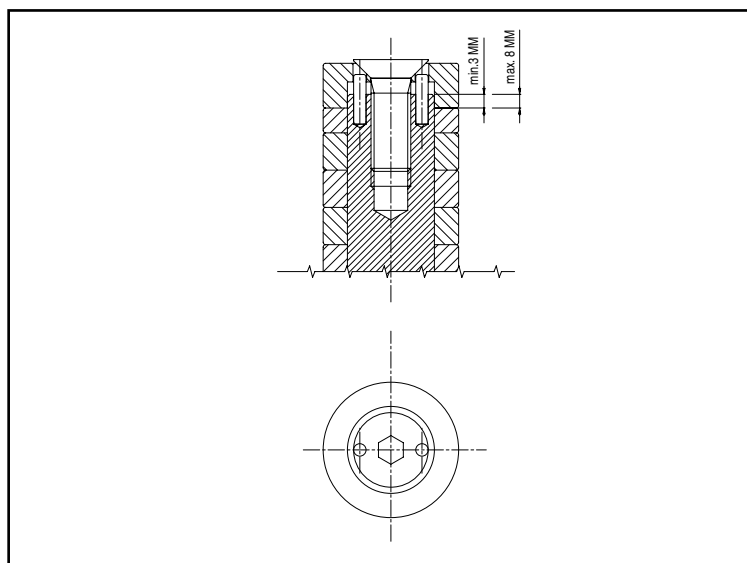

Fig. 5.7.3C
- 5 Ruotare in senso antiorario la chiave esagonale pos. 2 e togliere la vite pos. 5
- 6 Sfilare il cappello di bloccaggio dell'albero frese pos. 6
- 7 Togliere gli anelli distanziali pos. 7
- 8 Pulire le superfici di appoggio degli anelli distanziali pos. 7 dopo averli messi, se necessario, in una soluzione di ammoniaca con un pennello o degli stracci, non usare spazzole metalliche
- 9 Montare le frese sull'albero cercando di posizionarle più in basso possibile compatibilmente con il disegno della fresa e con il tipo di lavorazione da eseguire. La posizione delle frese è agevolata dagli anelli distanziali pos. 7 forniti in vari spessori
- 10 Montare il cappello pos. 6 avendo cura di controllare che con gli anelli distanziali posti sull'albero, lo spazio tra l'ultimo anello e la testa dell'albero sia min. 3 mm e max 8 mm fig. 5.7.3C
- 11 Nel montaggio del cappello pos. 6 fare attenzione a fare coincidere i fori pos. 8 con le spine pos. 9 posizionate sulla sommità dell'albero
- 12 Riavvitare la vite pos. 5 sull'albero e bloccare l'utensile o il pacco degli utensili montati